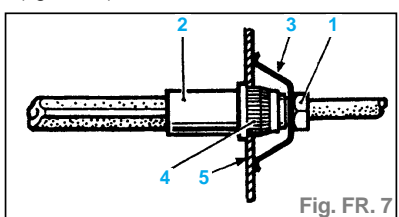

Fig. FR. 7
- Mettre en place le récepteur sur le porte-fusée et serrer les deux vis (A) au couple.
- Dévisser le raccord (1) de la canalisation rigide sur le flexible (2) jusqu'au moment où le ressort (3) soit détendu, ce qui libère le flexible des cannelures (4) (fig. FR. 7).
- Positionner l'extrémité femelle du flexible sur la patte de maintien (5), sans contrainte de vrillage et vérifier que l'embout (4) s'enclenche librement dans les cannelures de la patte, puis mettre en place (fig. FR. 7) :
- le ressort (3),
- les deux vis (B) de fixation du disque, à l'aide d'une clé mâle à empreinte **TorxT40** (fig. FR. 7 bis),
Fig. FR. 7 bis